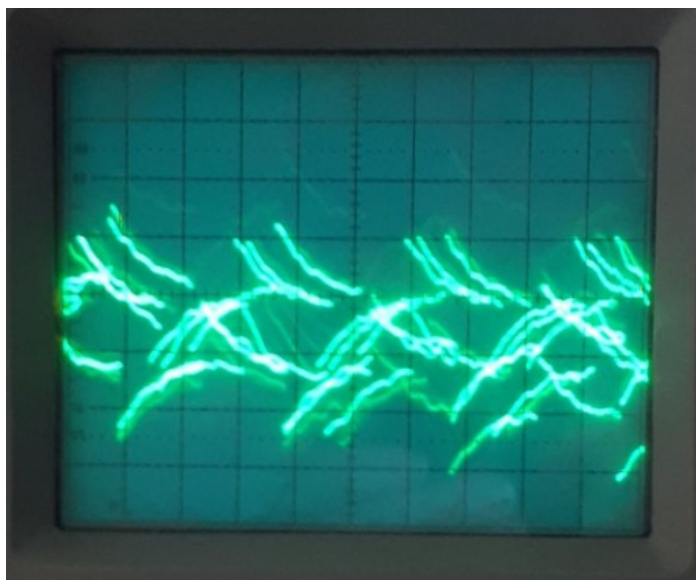
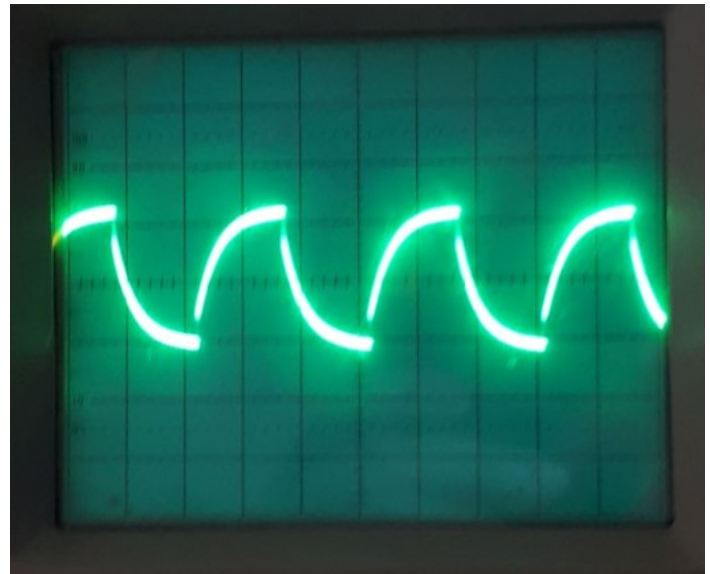
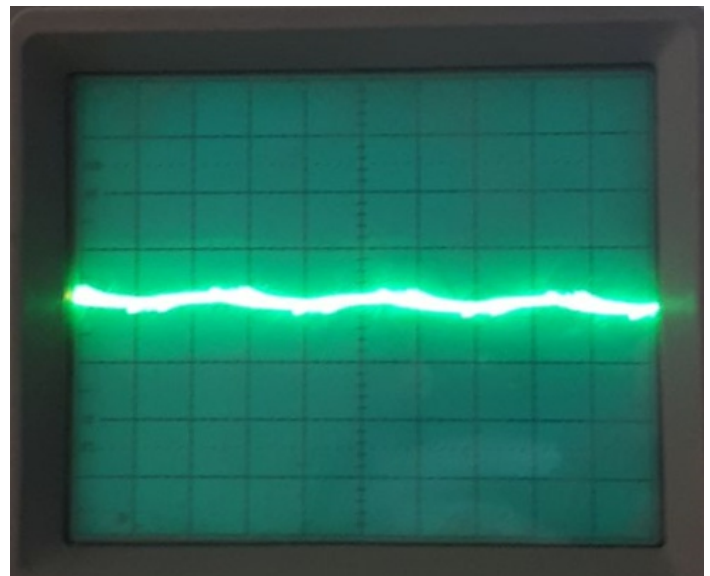

Fig. 3-7
Fig. 3-8
Fig. 3-9
Ik begon met de potmeter in de ene uiterste stand, en wel zodanig dat de maximale weerstand op de looper stond. Bij gelijkspanning dus +2.3V. Er kwam in eerste instantie een belabberd beeld uit (zie fig. 3-7), maar na de massaverbinding wat verbeterd te hebben kreeg ik al een acceptabeler signaal op de oscilloscoop te zien. Dit is te zien in fig. 3-8. Vervolgens aan de potmeter gaan draaien en langzaam verkleinde de amplitude van de blokgolf naar fig. 3-9. Min of meer geen verschil tussen de beide takken van de weerstanden, net zoals bij gelijkspanning. Daar was het spanningsverschil tussen de twee takken ook 0V. Vervolgens de potmeter doorgedraaid naar de andere uiterste stand, die van -2.3V bij gelijkspanning. En het grappige was (althans, dat vond ik toch) dat ik
2. De blokgolf was geen blokgolf meer, maar de opgaande flank werd afgerond. Dit was tegen mijn verwachting: ik had gewoon een normale blokgolf verwacht. Wellicht dat het te maken heeft met een niet zo'n goede opbouw van de schakeling (lees: de massaverbinding, zie ook fig. 3-7), maar eerlijk gezegd heb ik er geen verklaring voor. *(De probe heeft naast een*